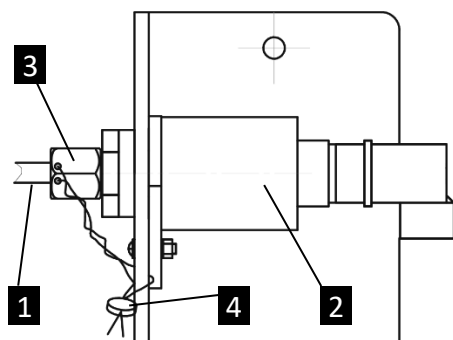

Рисунок 14
- 2 Для пломбирования ограничительной гайки **3** проволочной пломбой **4** в кронштейне и гайке предусмотрены отверстия (рисунок 14).